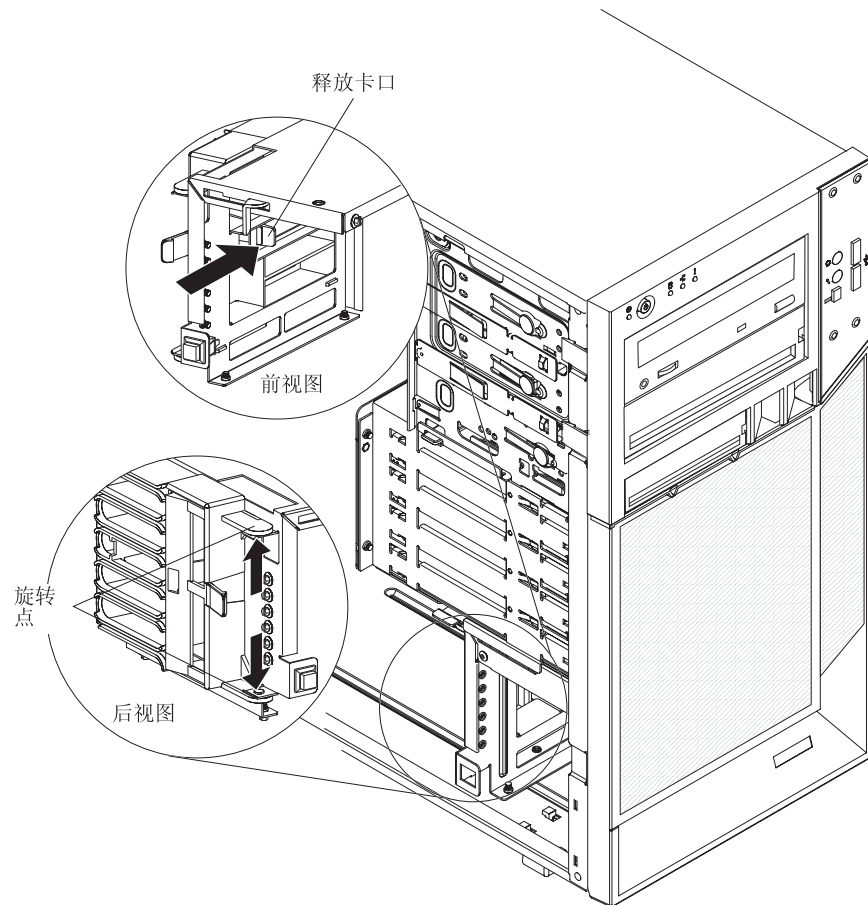

图 46. 安装前部适配器固定支架
1. 将前部适配器固定支架的顶部和底部与机架中的前部适配器固定支架开口对齐（请参阅图 46）。